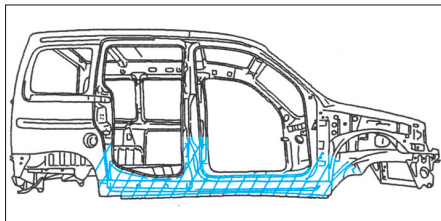

FIG. 75
- Pulvériser de la cire fluide (Fig.75).